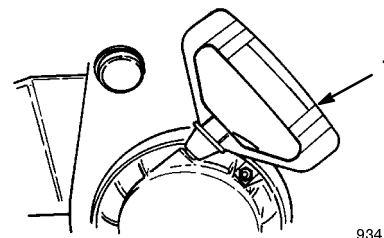

Figure 6
- **Démarrreur à lanceur** (Fig. 6)—Le lanceur se trouve à l'arrière du moteur. Tirez sur le lanceur pour mettre le moteur en marche.
- A. Prenez la poignée du lanceur (Fig. 6) et tirez-la lentement jusqu'à ce que vous sentiez une résistance, puis tirez vigoureusement pour lancer le moteur.